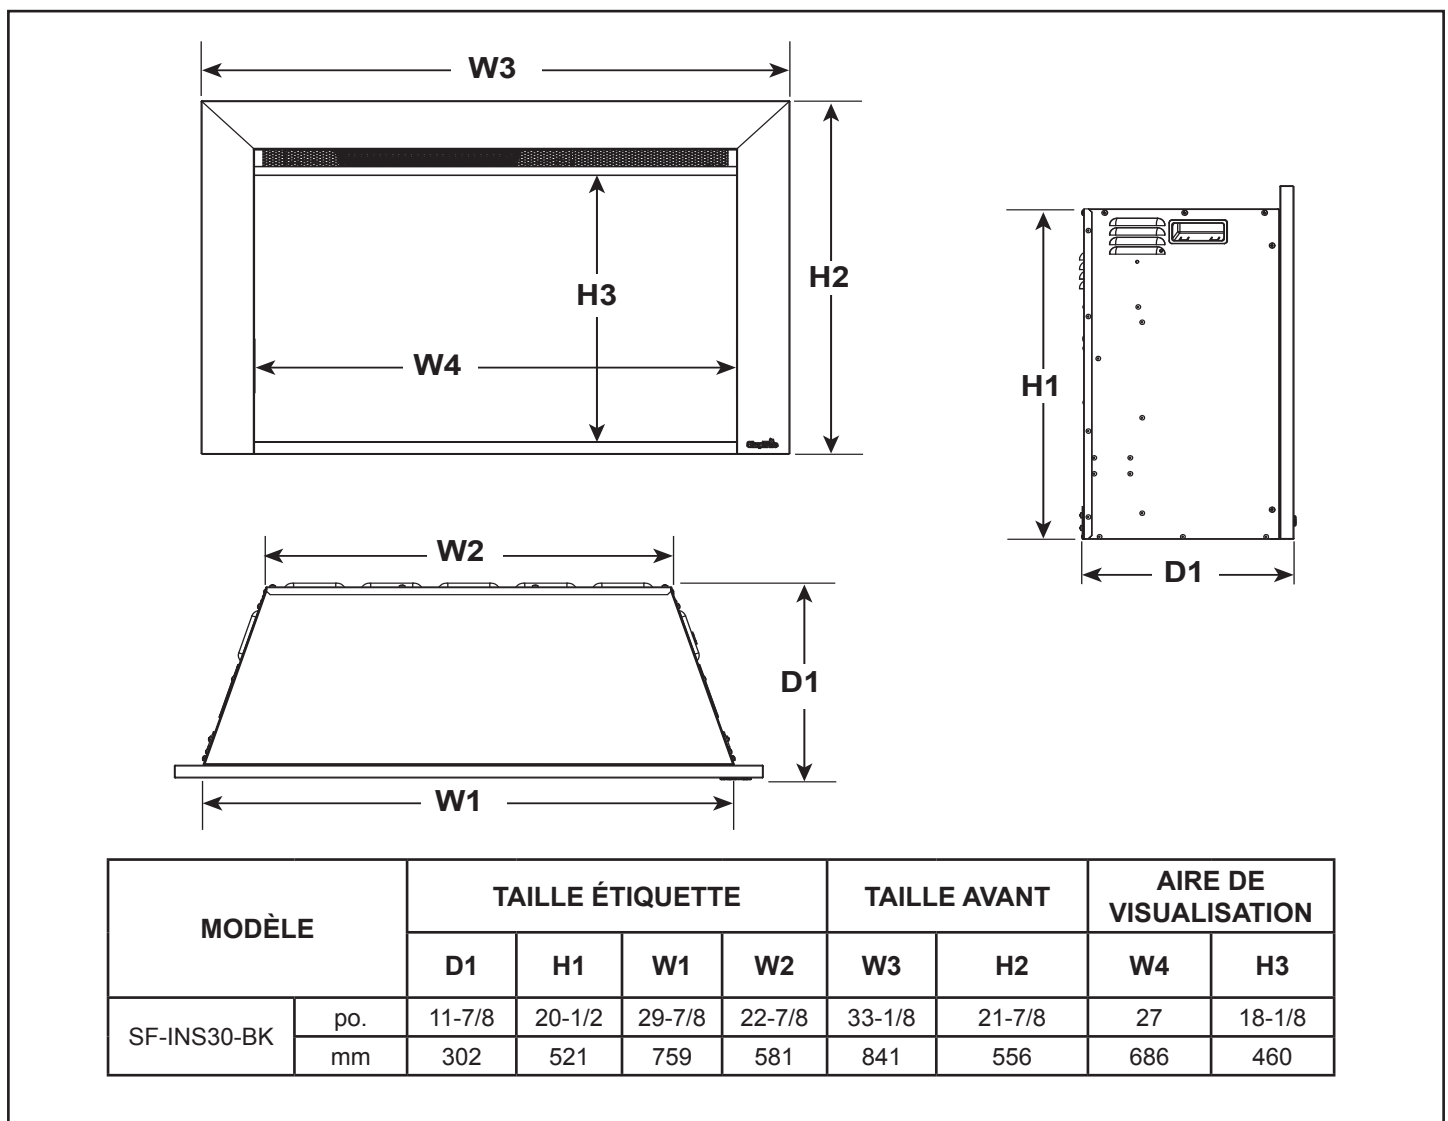

Figure 3.1 Dimensions de l'appareil
- Voir la figure 3.1 concernant la taille de l'appareil pour déterminer l'emplacement d'installation.